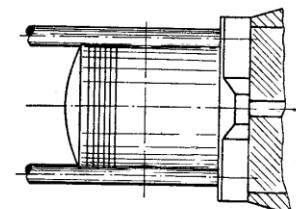

Fig. 11
29. Retteskinnen for stempel nr. 89.2—1 lægges nu an mod krumtaphuset, se fig. 11, og krumtappen drejes, så stemplet ligger an mod rettekinnen. Et plejlængsøjet skæv, viser det sig ved luft mellem den ene stempelunderside og skinnen. Forsigtigt trækkes stemplet over mod denne side, uden at vride, men kun svagt bukke plejlængsøjet, så stemplet ligger an med hele undersiden mod rettekinnen.